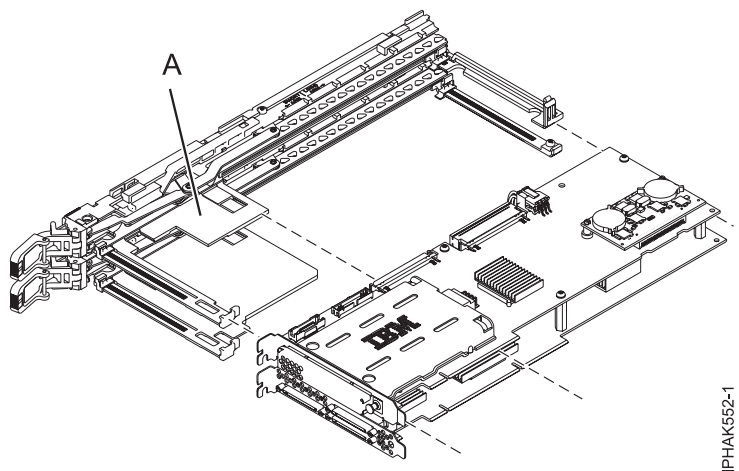

Figure 51. Installation de la carte double largeur dans le bloc-cassette.
3. Alignez la carte double largeur avec le bloc-cassette de façon à ce que la pièce d'écartement (A) sur le bloc-cassette se trouve entre les deux côtés de la carte double largeur. Placez la cassette sur la carte. Voir figure 51.